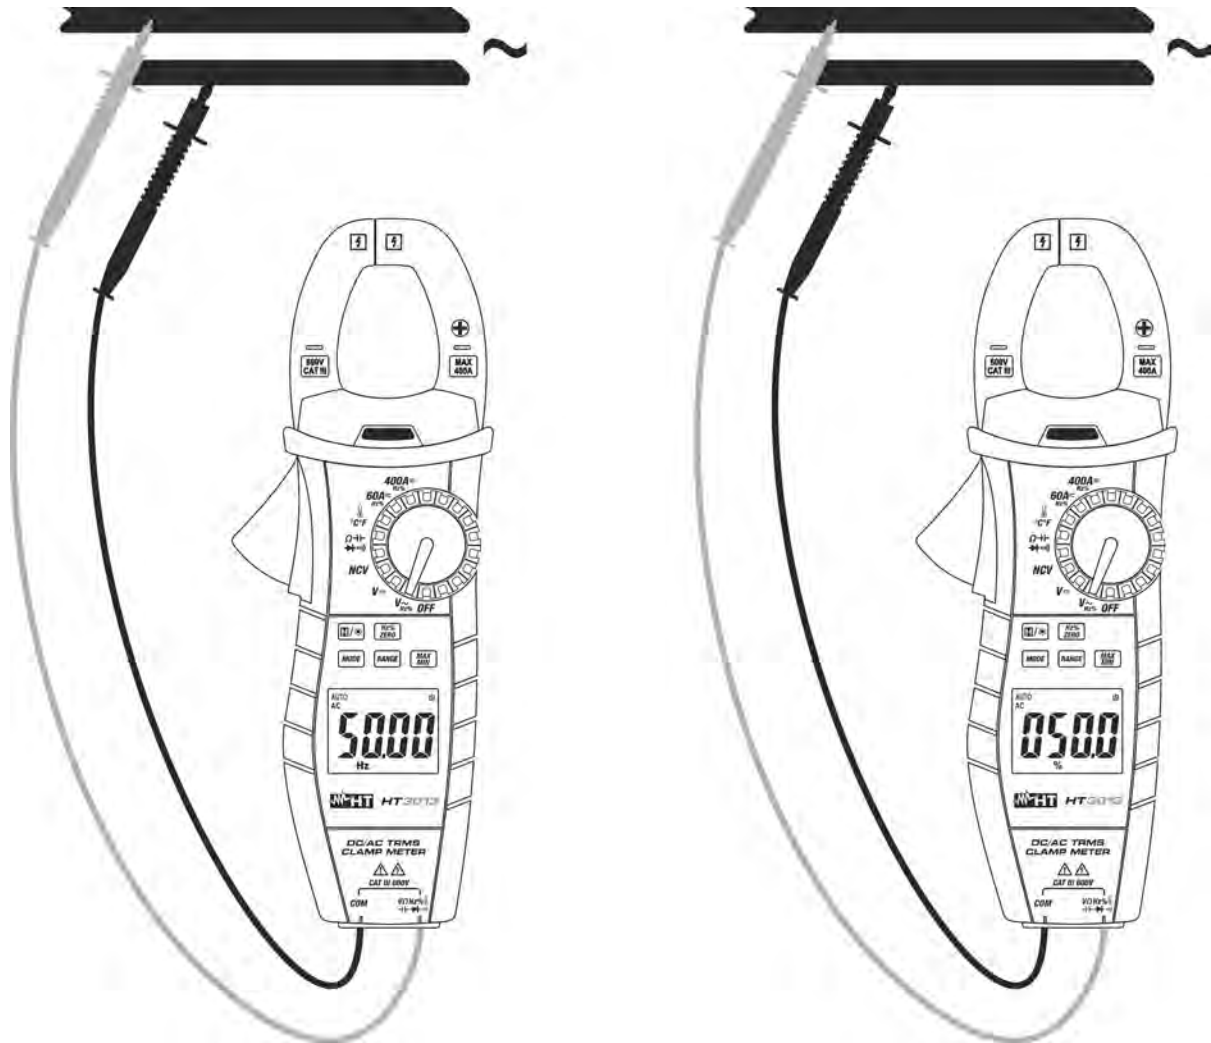

Fig. 6: Utilização da pinça na medição de Frequências e Ciclo de Trabalho (Duty Cycle)
4. Colocar as ponteiros nos pontos pretendidos do circuito em exame (ver Fig. 6). O valor da frequência (Hz) ou do ciclo de trabalho (%) é mostrado no display.